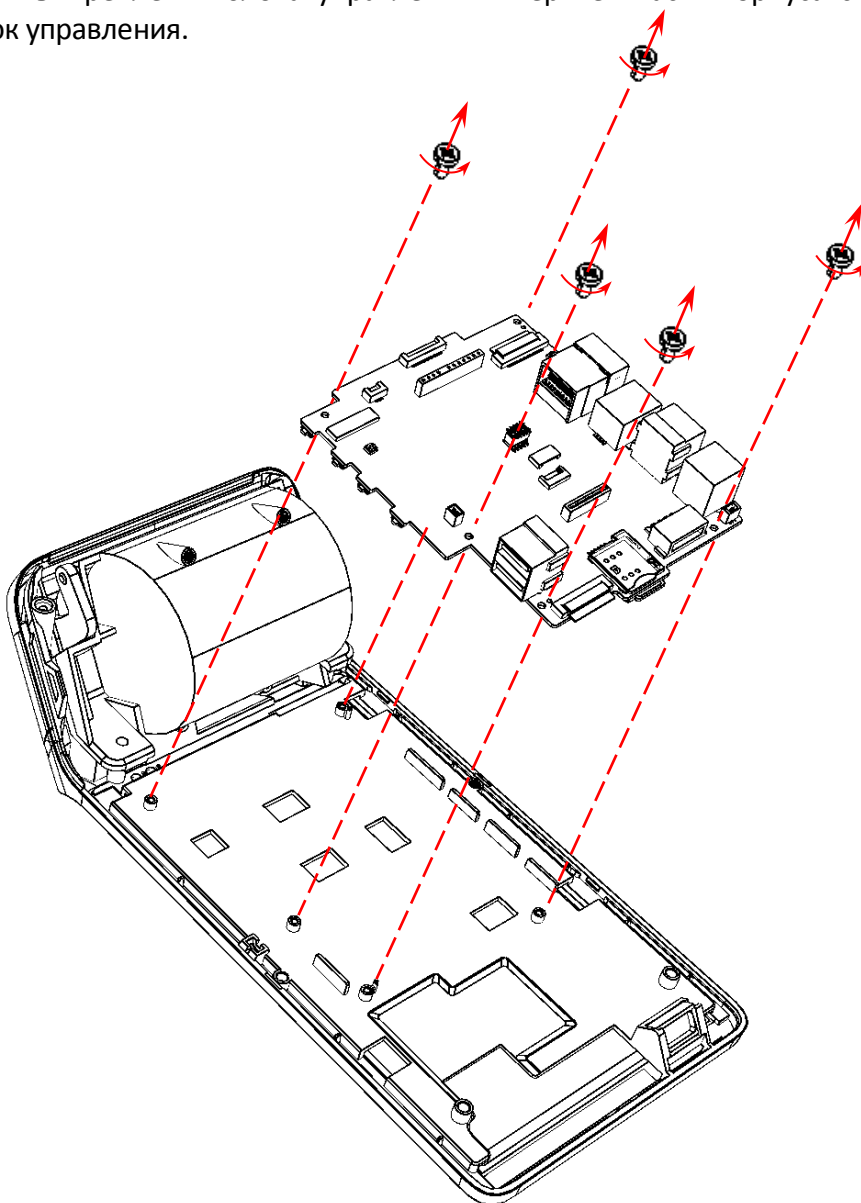

Рисунок 30. Отделение блока управления от верхней части корпуса
10. Совместить новый экземпляр блока управления (либо отремонтированный БУ) с нижней частью корпуса, вкрутить винты крепления (рисунок 30).
8. Совместить блок управления с новым экземпляром верхней части корпуса ККТ с сенсорным экраном, зафиксировать БУ, вкрутив пять винтов (рисунок 30).